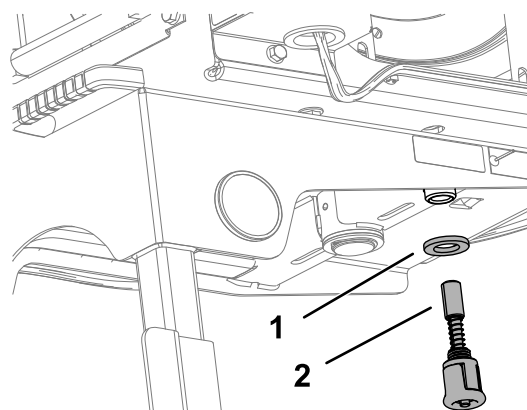

Figura 23
6. Instale anilha e pino de mola ao lado inferior da estrutura do cilindro de tubagem (Figura 23).